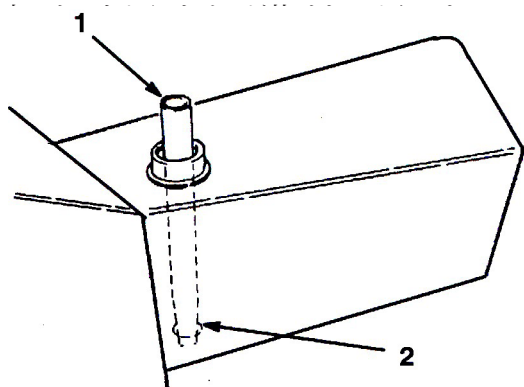

図49
2. フィルタのみの交換であれば、キャップをはずし、タンク・プラグ (図49) を差し込む。これにより、交換作